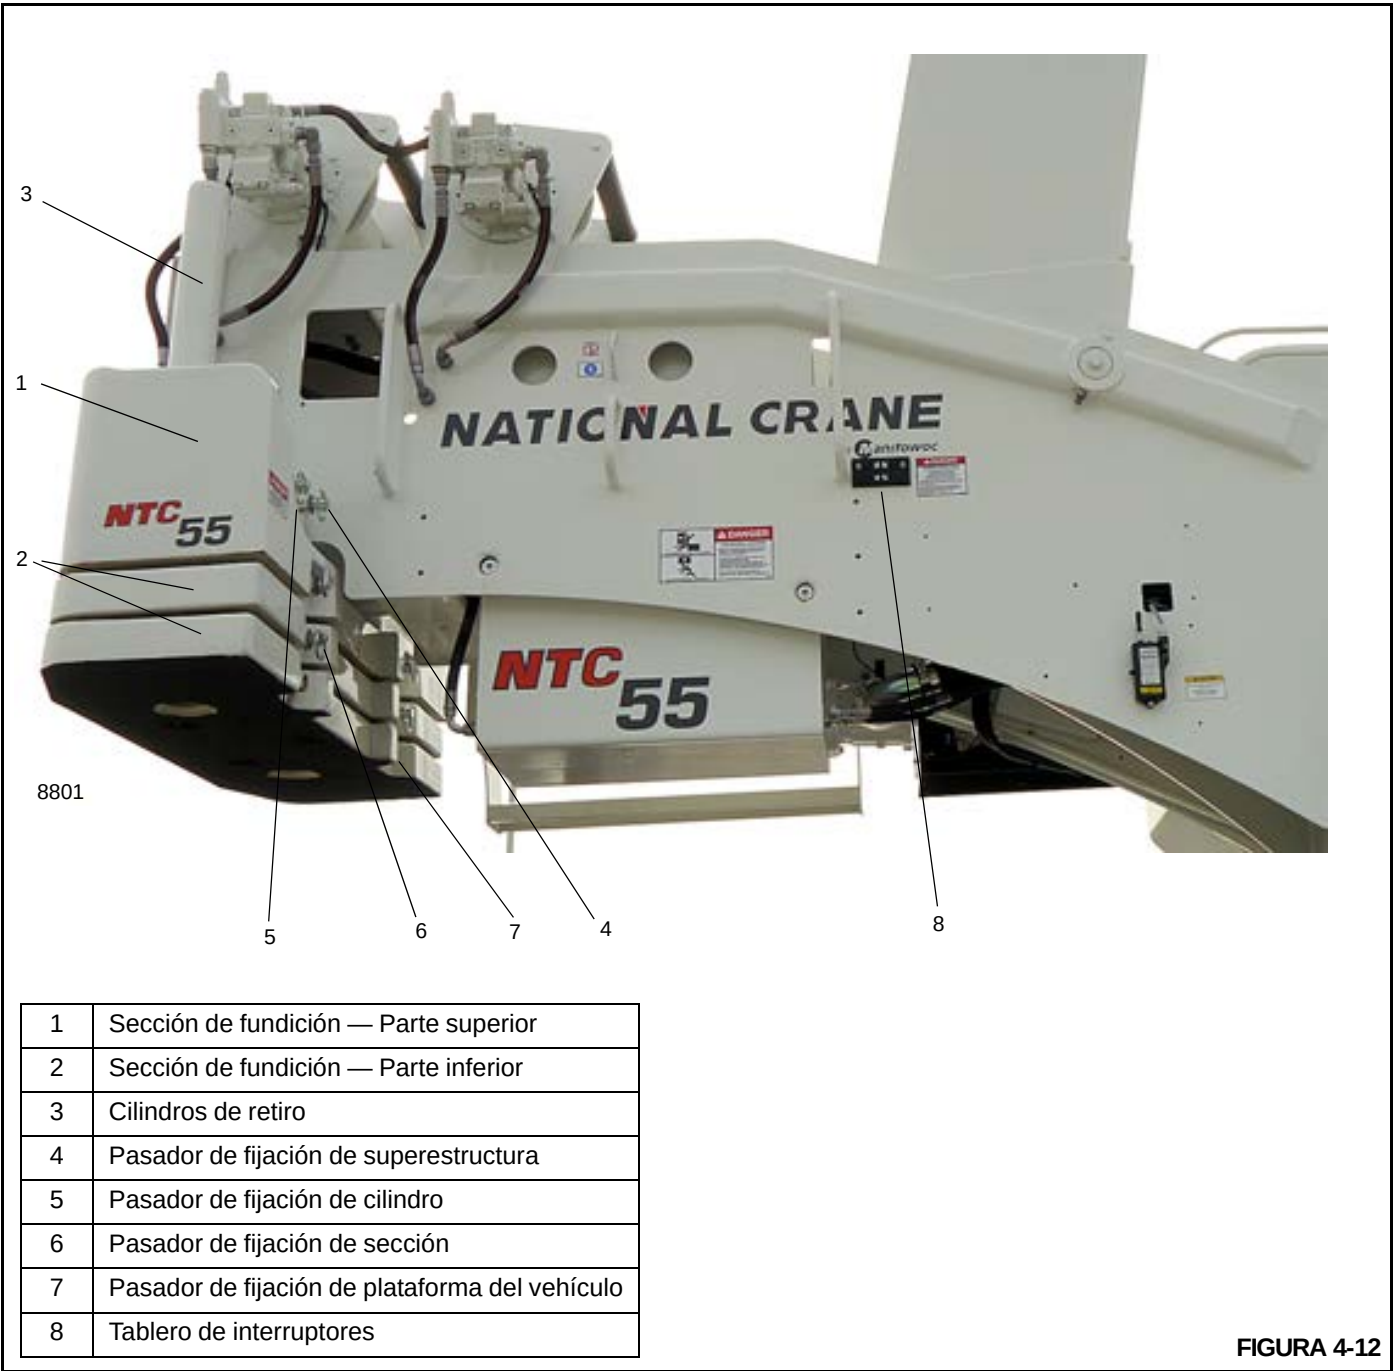

FIGURA 4-12
Consulte la Figura 4-12 para una ilustración de los componentes que conforman el contrapeso retirable.
5. Retraiga los pasadores izquierdo y derecho (5, Figura 4-12) de la parte superior del contrapeso retirable.
6. Retire los pasadores izquierdo y derecho (4, Figura 4-12) de la parte superior del contrapeso retirable.
7. Retire los pasadores izquierdo y derecho (7, Figura 4-12) que aseguran el contrapeso a la plataforma del vehículo.
Si la grúa está equipada con secciones superior e inferior de contrapeso (1, 2, Figura 4-12) y sólo se cargará la sección superior, solamente quite los pasadores izquierdo y derecho (6, Figura 4-12) que fijan las secciones superior e inferior juntas; no quite los pasadores (7, Figura 4-12) que aseguran los contrapesos inferiores a la plataforma del vehículo.
- 9. Conecte el contrapeso retirable a los cilindros utilizando los pasadores (5, Figura 4-12).
- 11. Asegure el contrapeso retirable a los lados izquierdo y derecho de la superestructura utilizando los pasadores (4, Figura 4-12).
6. Quite los pasadores (4, Figura 4-12) que fijan el contrapeso retirable a la superestructura.
8. Asegure el contrapeso a la plataforma del vehículo con pasadores (7, Figura 4-12).
Si la superestructura de la grúa está cargada con la sección de contrapeso superior solamente y la sección de contrapeso inferior está almacenada en la plataforma del vehículo, asegure la sección superior a la sección inferior con pasadores (6, Figura 4-12).
9. Quite los pasadores (5, Figura 4-12) que fijan el contrapeso retirable a los cilindros.